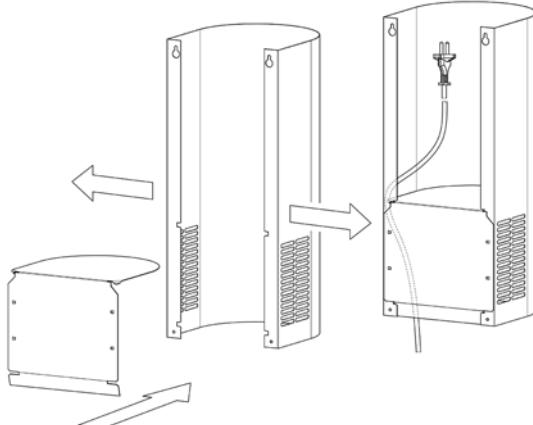

Рис. 3
**ВНИМАНИЕ!** МИНИМАЛЬНОЕ РАССТОЯНИЕ МЕЖДУ ПЛОСКОСТЬЮ УСТАНОВКИ ПОСУДЫ НА ПЛИТУ (НАГРЕВАТЕЛЬНОЙ ПОВЕРХНОСТЬЮ) И ВОЗДУХООЧИСТИТЕЛЕМ ДОЛЖНО БЫТЬ 75 см. ВОЗДУХООЧИСТИТЕЛЬ КРЕПИТЬ НА РОВНУЮ ПОВЕРХНОСТЬ (рис. 3).
6.7 **ДЛЯ РАБОТЫ В РЕЦИРКУЛЯЦИОННОМ РЕЖИМЕ** установите заслонку в трубу нижнюю так, чтобы сетевой шнур проходил через подогнутый уголок заслонки. При установке разведите в стороны боковые плоскости нижней декоративной трубы и поочередно вставьте проушины заслонки в пазы на задних полках (рис. 3). Для уста-